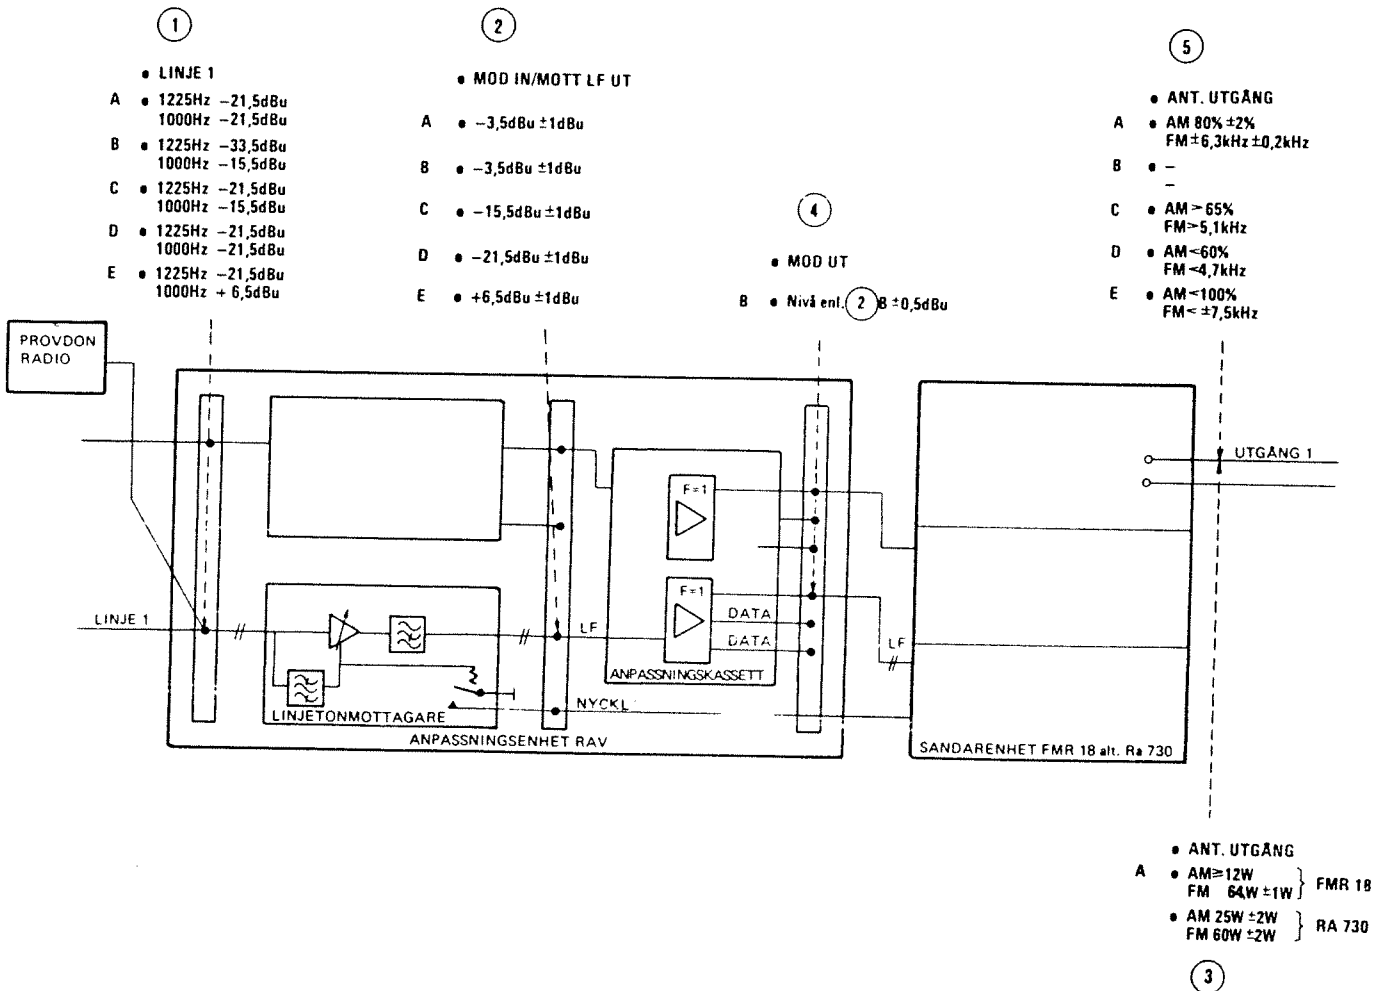

Bild 3
- Anslut provdon RADIO till vald linjetonmottagares stift LINJE (1), bild 3, i anpassningsenhet RAV stiftfält.